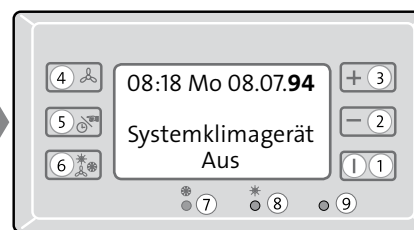

Abb. 6.15
- **Taste 5** sechs mal drücken, bis Pos „Jahreszahl“ **blinkt** (s. Abb. 6.15).
- **Taste 2** so oft drücken, bis die **Ziffer 94** erscheint (s. Abb. 6.15).